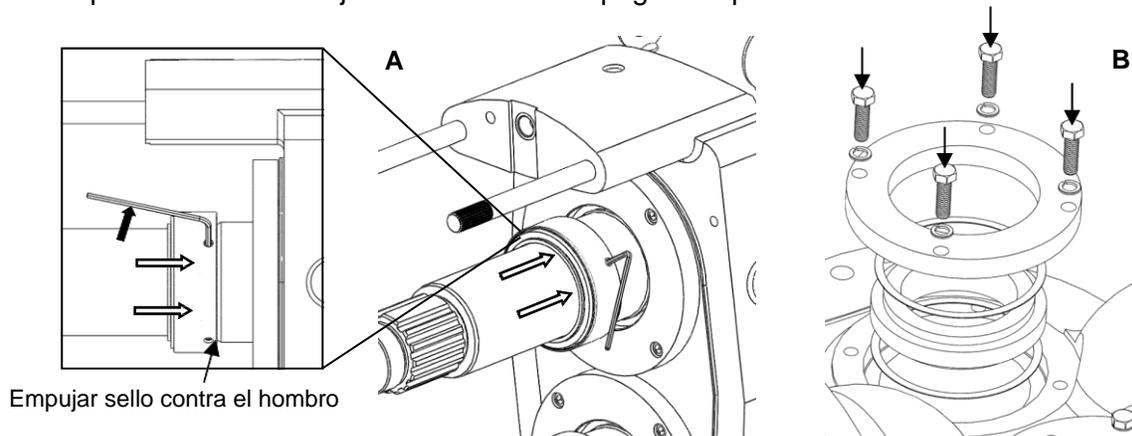

Figura 38: Ensamblaje de sello mecánico sencillo ZP1 320
*Ensamblaje:* Limpie ambos extremos del eje y el cuerpo antes de ensamblar. Deslice los ensamblajes del sello giratorio trasero sobre los ejes con la cara del sello hacia las lengüetas hasta que se asiente contra el hombro del eje (Figura 38, A). Con el sello empujado contra el hombro, bloquéelo en su lugar apretando los tornillos de fijación. En este orden, instale una junta, un sello estacionario, una junta y un prensaestopas en cada contra perforación del cuerpo y asegúrelos con los tornillos y las arandelas de seguridad (Figura 38, B). Asegúrese de que todas las caras del sello estén limpias. Vea Ensamblaje de la bomba en la página 31 para continuar.